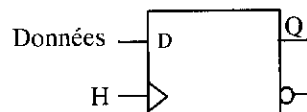

Figure 1
2) On étudie le circuit ci-dessous (figure 1) :